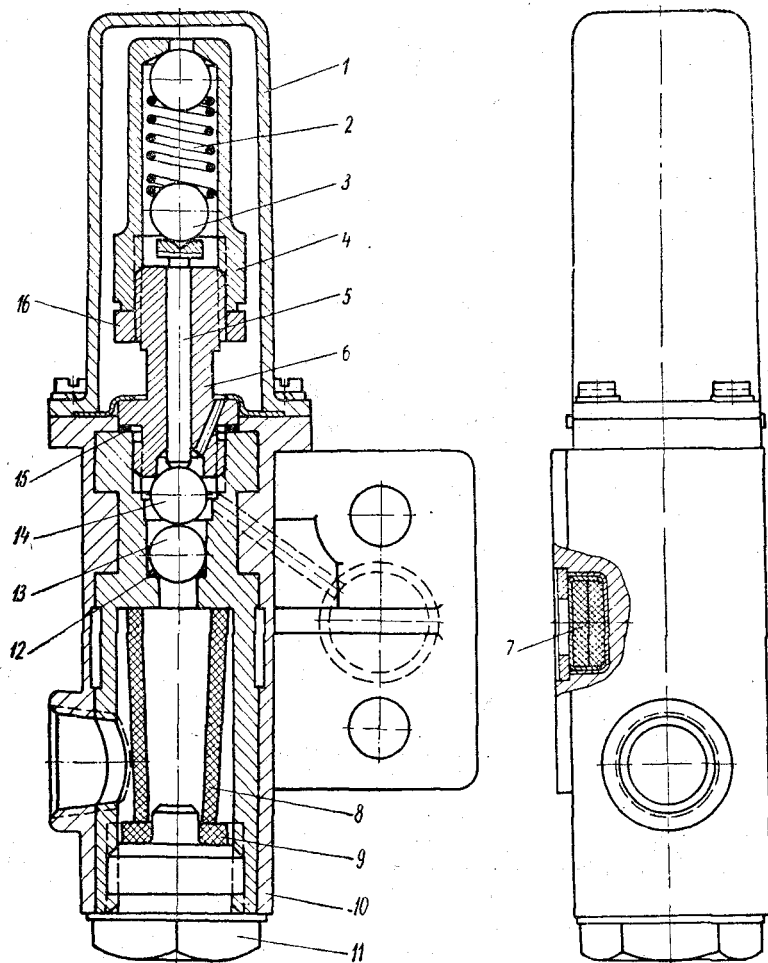

Рис. 67. Регулятор давления:
**Регулятор давления АР11** (рис. 67). Этот регулятор устанавливают на блоке цилиндров компрессора. Применяемый ранее регулятор АР10-Б устанавливался на моторном щите кабины.